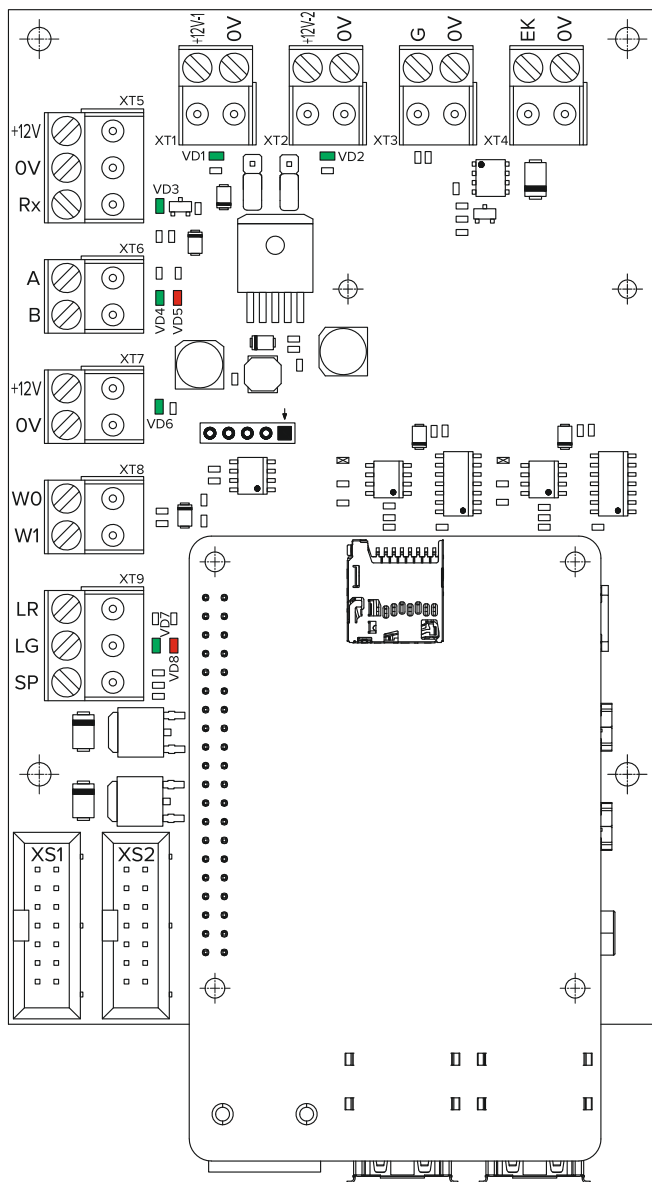

Рис.4 Общий вид платы ключницы
Подключение терминала распознавания лиц R20-Face (питание и контакт Tx) осуществляется к разъему XT5 (см. рис.4).
- Проконтролируйте на плате ключницы (см. рис.4):